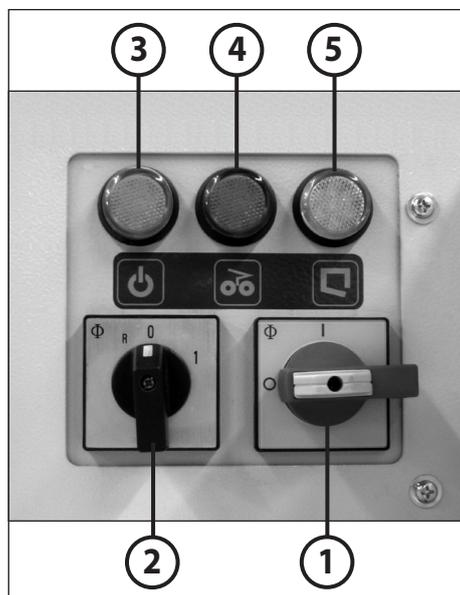

fig. 7
1. Inserire l'interruttore principale (1) (posizione „1“).
2. Ruotare l'interruttore rotante (2) in posizione "1" (fig. 7).
## ELEMENTI DI COMANDO (Fig. 7):
**Avvertenza:** ogni volta che si inserisce la macchina viene automaticamente inizializzato di nuovo il relè multifunzionale. A segnalarlo, per qualche secondo lampeggiano le due spie di controllo 4 e 5 (fig. 7).